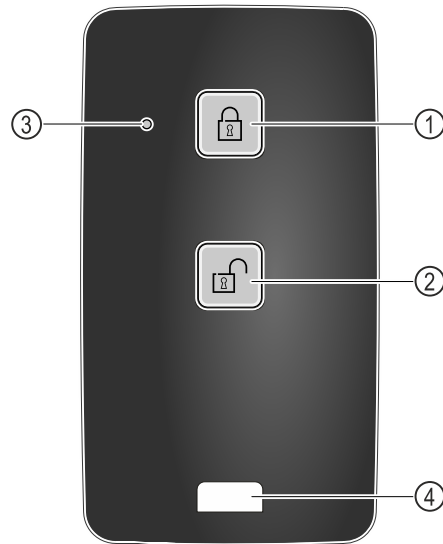

Fig. 219
- (1) Замок заблокувати
- (2) Замок розблокувати
- (3) Статус світлодіод
- (4) Кріпильна петля
- ▶ Натисніть кнопку Fig. 219 (1) на дистанційному керуванні.
- ▶ Натисніть кнопку Fig. 219 (2) на дистанційному керуванні.
- ▶ Статусний світлодіод Fig. 219 (3) при натисненні клавiші дає оптичне зворотне повідомлення.
- ▶ Петля Fig. 219 (4) для кріплення дистанційного керування наприклад на в'язці ключів.